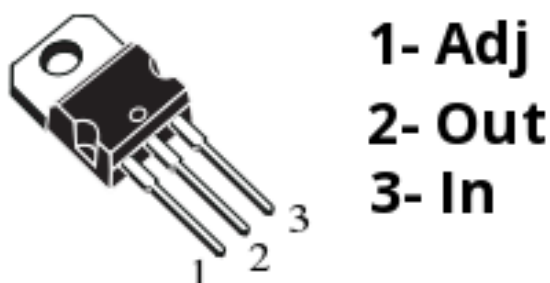

Рисунок 2. Цоколёвка LM317T
- Цоколёвка микросхемы **LM317T** по спецификации производителя представлена на рис. 2: